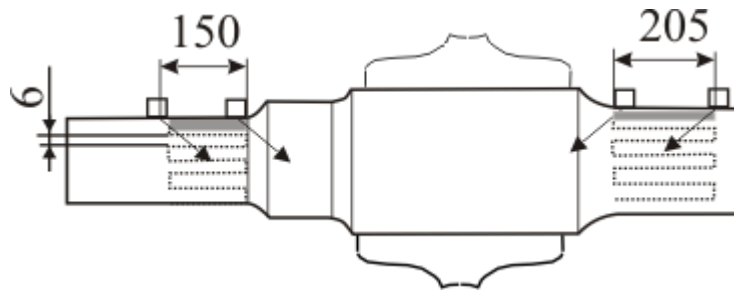

Рисунок 7.1 – Схема сканирования оси при УЗК по варианту AR3.1
7.2.1.4 Установить ПЭП на цилиндрическую поверхность шейки оси и провести сканирование вдоль образующей (рисунок 7.1) по поверхности шейки оси, ориентируя ПЭП в плоскости продольного сечения оси, с шагом, не превышающим 6 мм, и скоростью, не превышающей 3 м/мин, в пределах перемещения, указанных на рисунке 7.1.
7.2.1.9 Установить ПЭП на цилиндрическую поверхность средней части оси и провести сканирование вдоль образующей (см. рисунок 7.1) по поверхности средней части оси, ориентируя ПЭП в плоскости продольного сечения оси, с шагом, не превышающим 6 мм, и скоростью, не превышающей 3 м/мин, в пределах перемещения, указанных на рисунке 7.1.